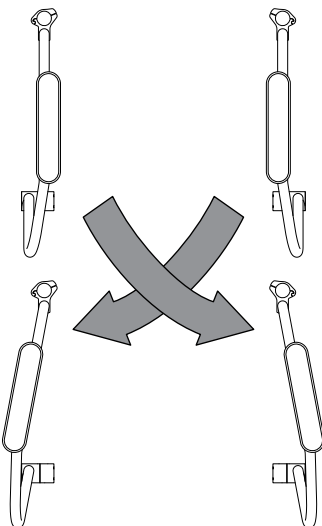

Abb. 15
1. Die Standard-Position ermöglicht eine Abduktion der Beinstellung (Abb. 15).